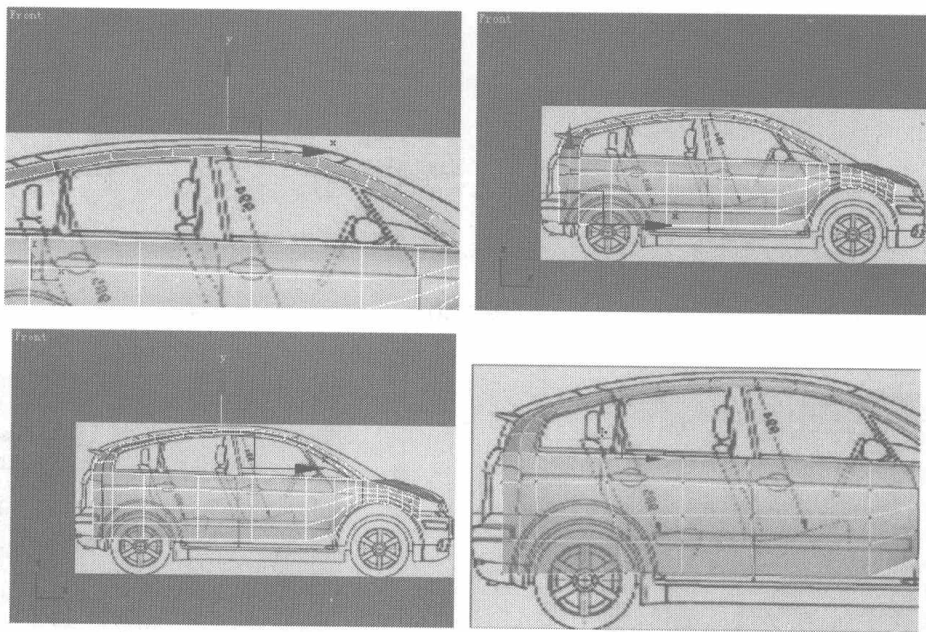

图 7.37
- 15 选择车上的一条曲线，单击 **Ring** 按钮，选择和该曲线平行的同一排的曲线，单击 **Connect** 按钮，添加一条曲线，然后调整节点的位置，如图 7.37 所示。